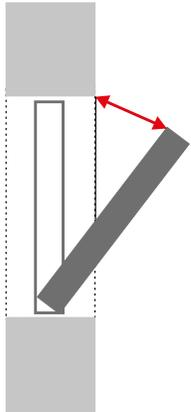

Bild 1
- Die Ab- und Zuluft-Öffnungen müssen entsprechend dimensioniert sein, um die vorgeschriebene freie Rauchabzugsfläche (RA) im Entrauchungsfall zu gewährleisten. Dies erfordert die Anwendung unterschiedlicher Berechnungsmethoden, die bereits in der frühen Planungsphase als entscheidender Baustein für die weitere Projektierung ermittelt werden sollten.
- Ein geometrischer Querschnitt ist die Summe aller Öffnungsflächen. Bei der Ermittlung dieser Flächen sind Fensterleibungen, Fensterstürze, Pfosten- und Riegel und weitere Behinderungen zu berücksichtigen (Bild 1).